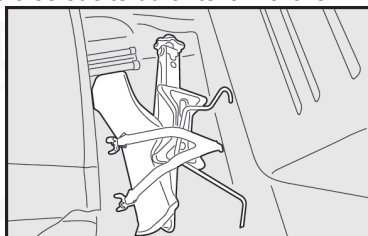

fig. 12
13) Guarde el gato en el soporte de las herramientas fig. 12, fijándolo para evitar vibraciones o se suelte durante la marcha.